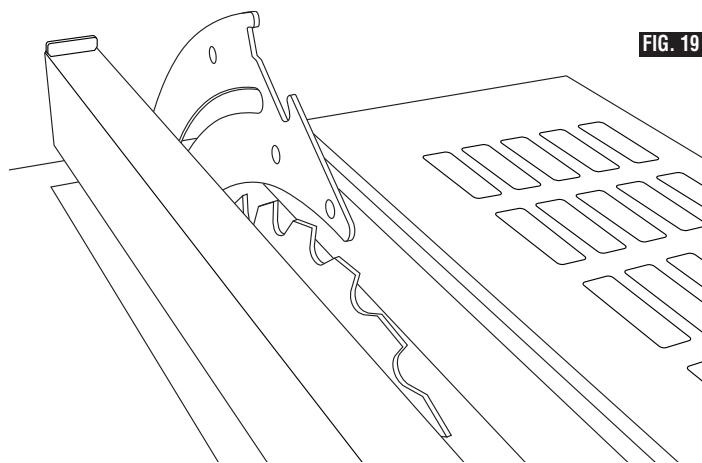

FIG. 19
3. Place the rip fence on the left side of the table. Carefully move the rip fence against the blade so that the rip fence is parallel to the blade and just touches the tips of the saw teeth. Lock the rip fence and make sure the blade at the front and back is still touching the rip fence (Fig 19).
- Placez le guide de refente sur le côté gauche de la table. Déplacez avec précaution le guide de refente contre la lame de telle façon que le guide de refente soit parallèle à la lame et entre juste en contact avec les pointes des dents de la scie. Verrouillez le guide de refente en place et assurez-vous que la lame à l'avant et à l'arrière est toujours en contact avec le guide de refente (Fig. 19).
- Coloque el tope-guía para cortar al hilo en el lado izquierdo de la mesa. Mueva cuidadosamente el tope-guía para cortar al hilo contra la hoja, de manera que dicho tope-guía esté paralelo a la hoja y apenas toque las puntas de los dientes de la sierra. Fije el tope-guía para cortar al hilo y asegúrese de que la hoja, en la parte delantera y en la parte trasera, aún esté tocando el tope-guía para cortar al hilo (Fig. 19).